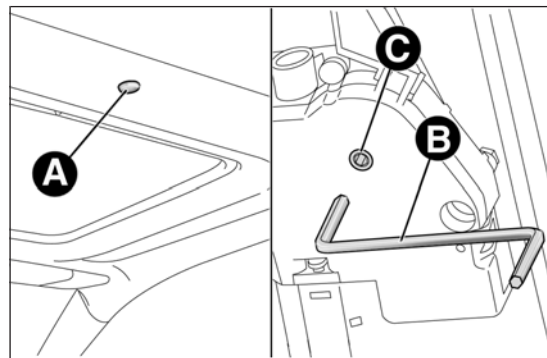

fig. 65
- ☐ rimuovi il tappo di protezione A fig. 65 ubicato sul rivestimento interno, tra le due tendine parasole;